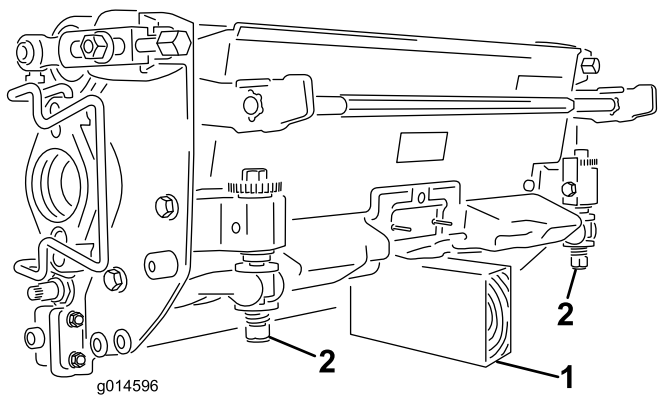

Figure 43
**Important:** Chaque fois que vous devez basculer l'unité de coupe, soutenez l'arrière pour empêcher les écrous situés sur les vis de réglage de la barre d'appui de reposer sur la surface de travail (Figure 43).